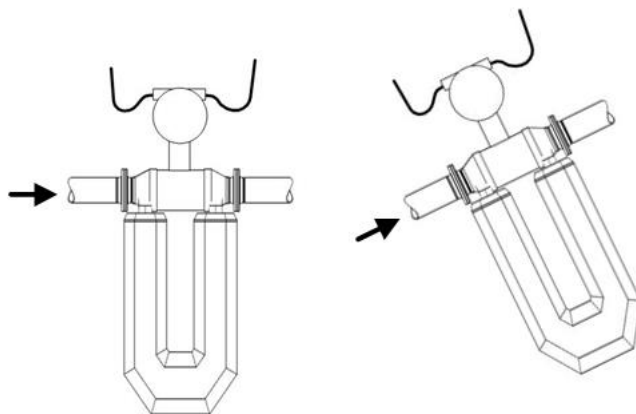

Рис.1. Рекомендуемые места установки расходомера
- расходомер не должен располагаться в самой высокой точке трубопровода, наиболее подходящее место для монтажа (при наличии) – нижний либо восходящий участок трубопровода (см. рис.1);
Для предотвращения попадания влаги внутрь ВП через гермовводы рекомендуется подключать кабели с образованием ниспадающей U-образной петли в вертикальной плоскости (рис.1).